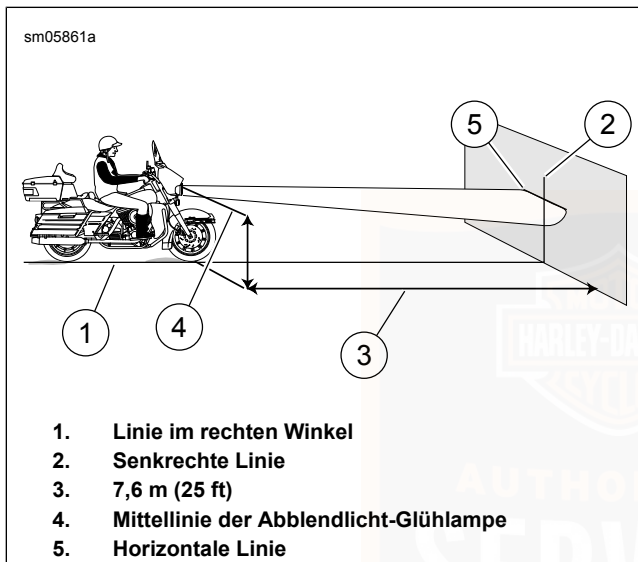

Abbildung 92. Scheinwerferausrichtung: LED (typisch)
- b. **LED, gabelmontierte Verkleidung:** Siehe Abbildung 92. Bei der gemessenen Entfernung.
- LED, gabelmontierte Verkleidung:** Siehe Abbildung 92. Mit dem Scheinwerfer auf **Ablendlicht** geschaltet liegt der obere Rand des Brennpunkts des Leuchtmittels auf der Markierung.